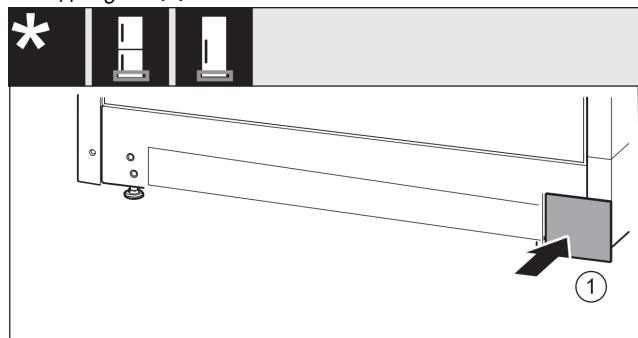

Fig. 17
- ▶ Поставете капака отново върху другата страна. Fig. 17 (1)